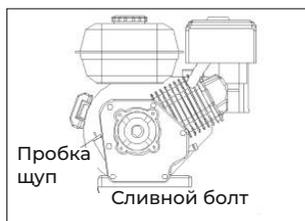

Рис. 42
- Открутите пробку-щуп маслозаливной горловины и протрите щуп от масла (рис. 42).
1. Расположение сливного болта масла (рис. 42).
3. Очистите место вокруг сливного болта масла (рис. 42).